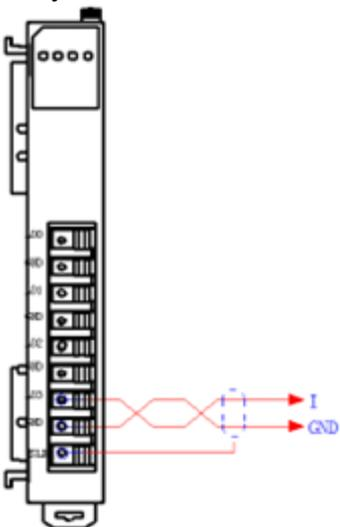

Рисунок 4-18. Схема подключения входного/выходного токового сигнала
- На рис. 4-18 показана схема подключения модулей SM541409/SM545411/SM541817.